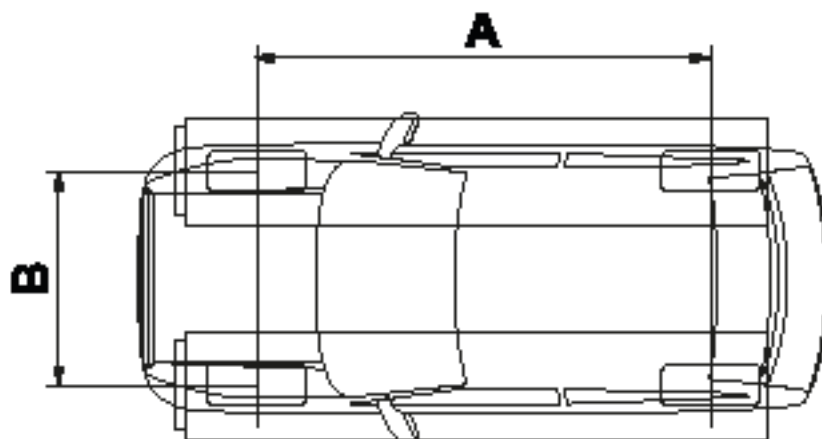

Fig. 2
- Distancia mínima entre puntos de elevación (A) 3000 mm (Fig. 2).
- Distancia entre ejes mínima (B) 1700 mm (Fig. 2).